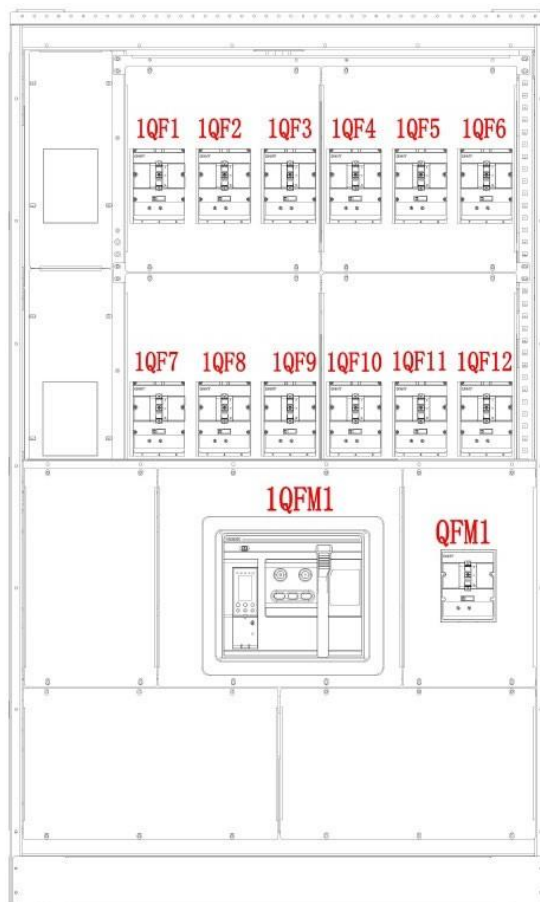
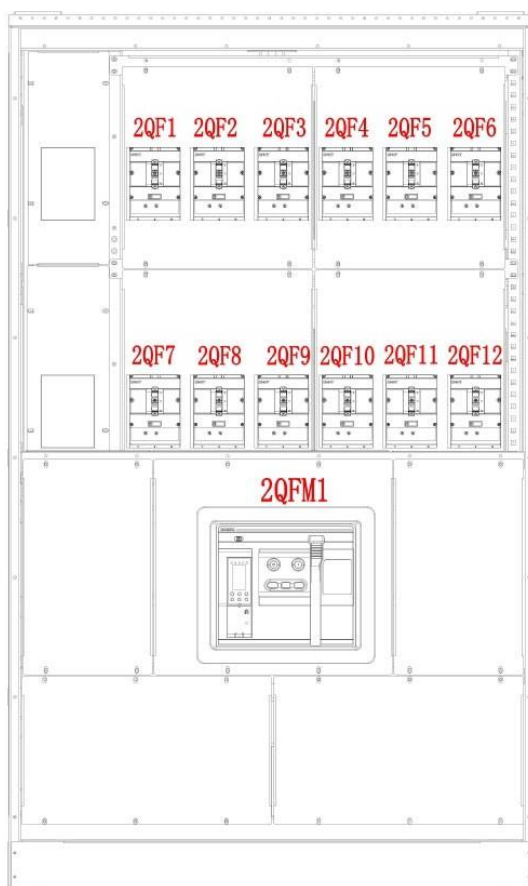

Figura 5-4 Disjuntores com caixa de plástico 1QF1-1QF12, 1QFM1 e QFM1
Figura 5-5 Disjuntores com caixa plástica 2QF1-2QF12, 2QFM1
6. Desconecte sucessivamente o disjuntor a ar 1QFM1, os disjuntores com caixa plástica QF1-QF12 e QFM1 no gabinete combinador CA 1# e desconecte o disjuntor a ar 2QFM1, os disjuntores de caixa plástica QF1-QF12 no gabinete combinador CA 2#; (Se a falta de energia for por um curto período, pule esta etapa). Veja a Figura 5-4 e a Figura 5-5.